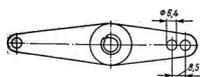

Рис. 73. Схема расположения отверстий в двуплечем рычаге тормозной педали
4. В двуплечем рычаге тормозной педали просверлить второе отверстие для крючка троса тормоза колеса коляски (рис. 73).